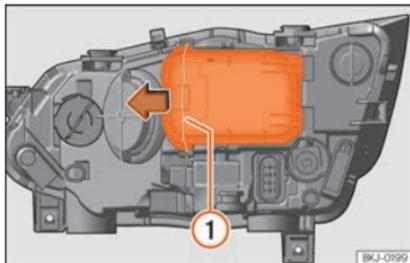

Fig. 53 No compartimento do motor: retirar a tampa.
- Desloque o tirante »» Fig. 53 ① no sentido da seta e retire a tampa.